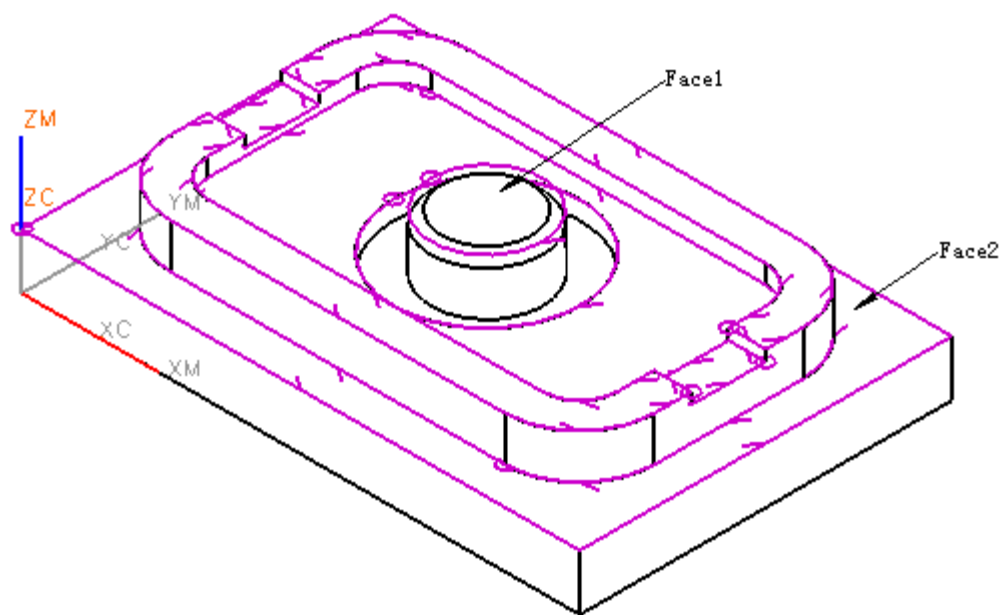

图 8-25
- 在图 8-23 中，单击 OK，创建如图 8-25 所示的零件边界。